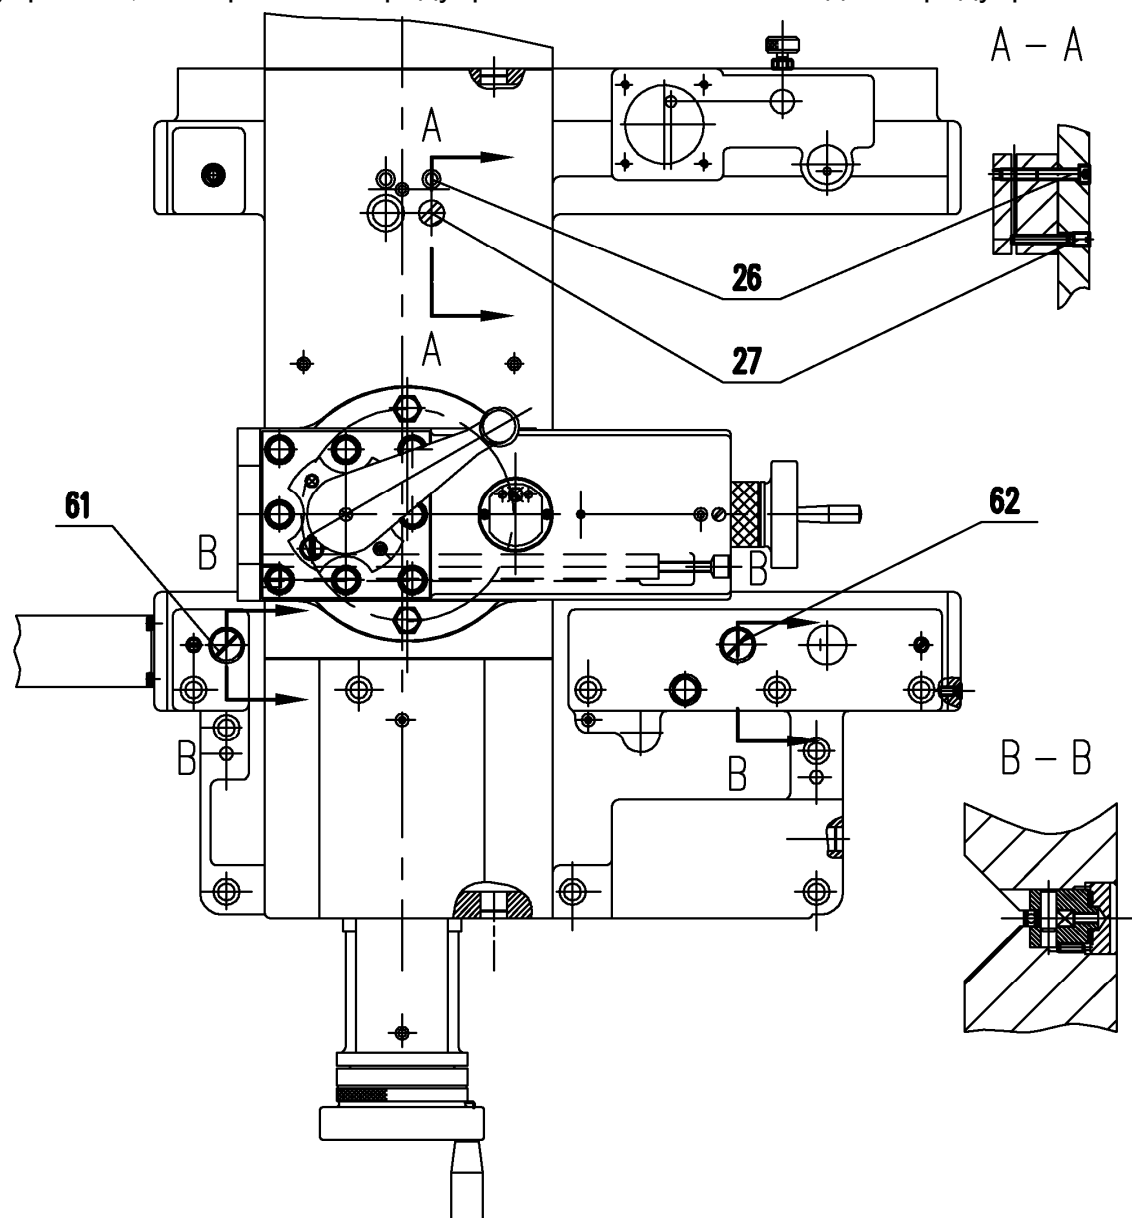

Рис. 14: Поперечный суппорт
7.5. Поперечный суппорт (рисунок 14)